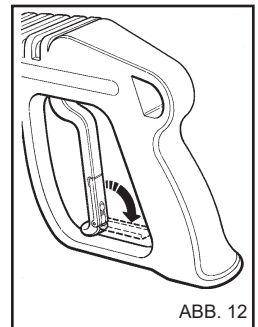

ABB. 12
- Wenn der Hochdruckreiniger nicht benutzt wird, muss die Sicherheitsvorrichtung am Griff geschlossen werden (Abb. 12).